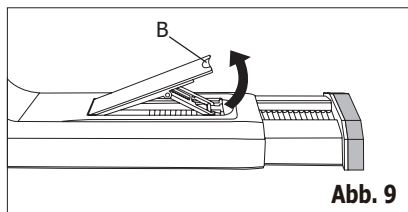

Abb. 9
- Öffnen Sie den Fensterflügel und heben Sie den Verriegelungshebel der ausziehbaren Fensterleiste an (Abb. 9)